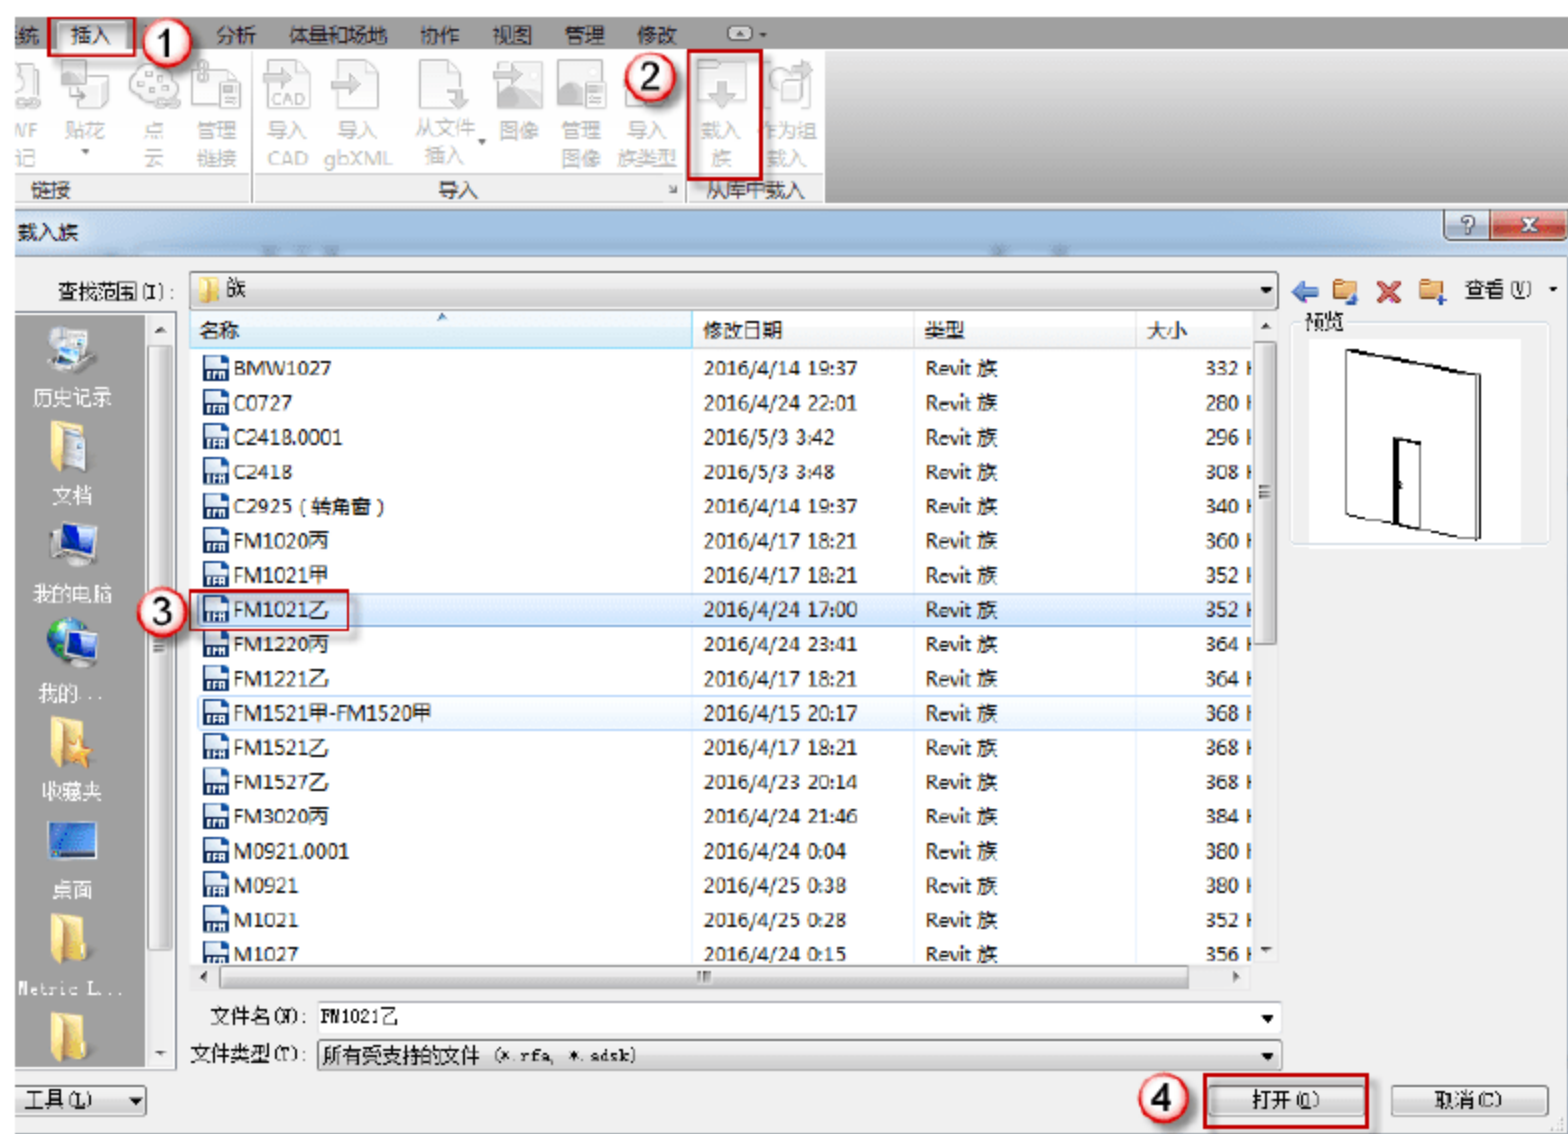

图 9.3.6 载入“FM1021 乙”族文件
(5) 载入“FM1021 乙”族文件。选择“插入”→“载入族”命令，在弹出的“载入族”对话框中，找到前面建立的门族“FM1021 乙”，然后单击“打开”按钮，如图 9.3.6 所示。